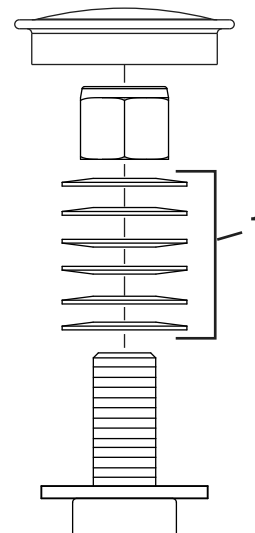

Figura 53
3. Retire el tapón guardapolvo de la rueda giratoria y apriete la contratuerca (Figura 53).
4. Apriete la contratuerca hasta que las arandelas de muelle estén planas, luego afloje ¼ de vuelta para establecer la pre-carga correcta de los cojinetes (Figura 53).
Importante: Asegúrese de que las arandelas de muelle están correctamente instaladas, según se muestra en Figura 53.
5. Coloque el tapón anti-polvo (Figura 53).